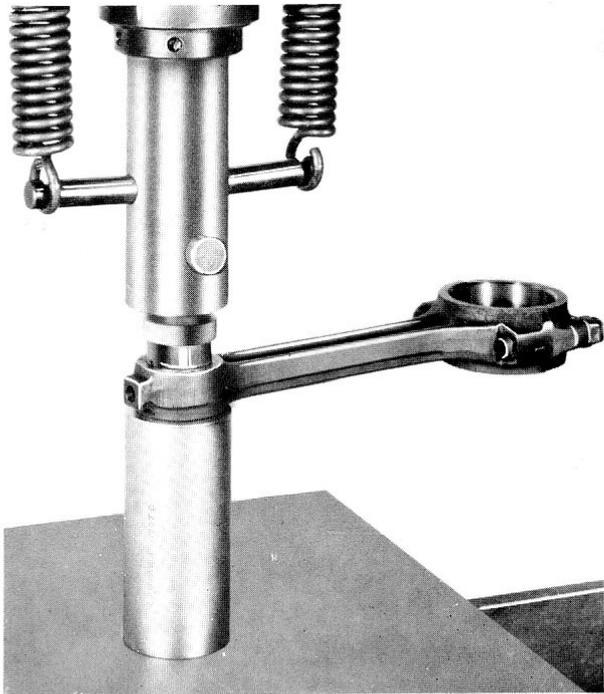

Fig. 37
- 8° Continuer d'actionner la presse jusqu'à emmanchement complet de la nouvelle bague (fig. 37).